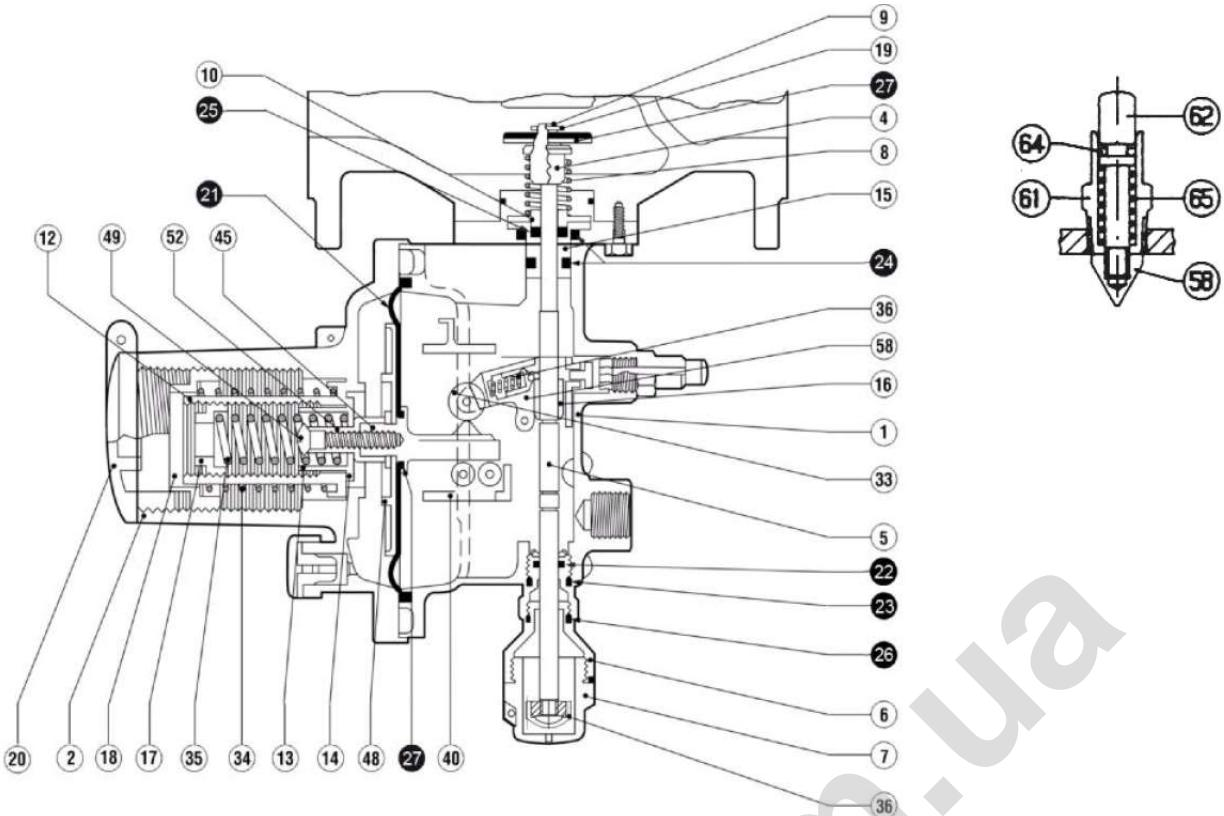

Рис.27
6.2. Таб. 9 ОТСЕКАТЕЛЬ LA/... (рис. 27)
7.5. ОТСЕКАЮЩИЙ КЛАПАН LA/..(рис. 27)